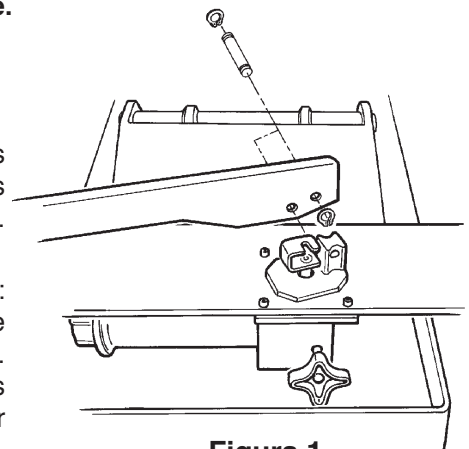

Figura 1
1. Monte la palanca a la bomba alineando los agujeros de la palanca con los agujeros en el casquillo y pistón de la bomba. Deslice un pasador a través de cada agujero y asegúrelos con un anillo de retención en cada extremo. Vea la Figura 1.